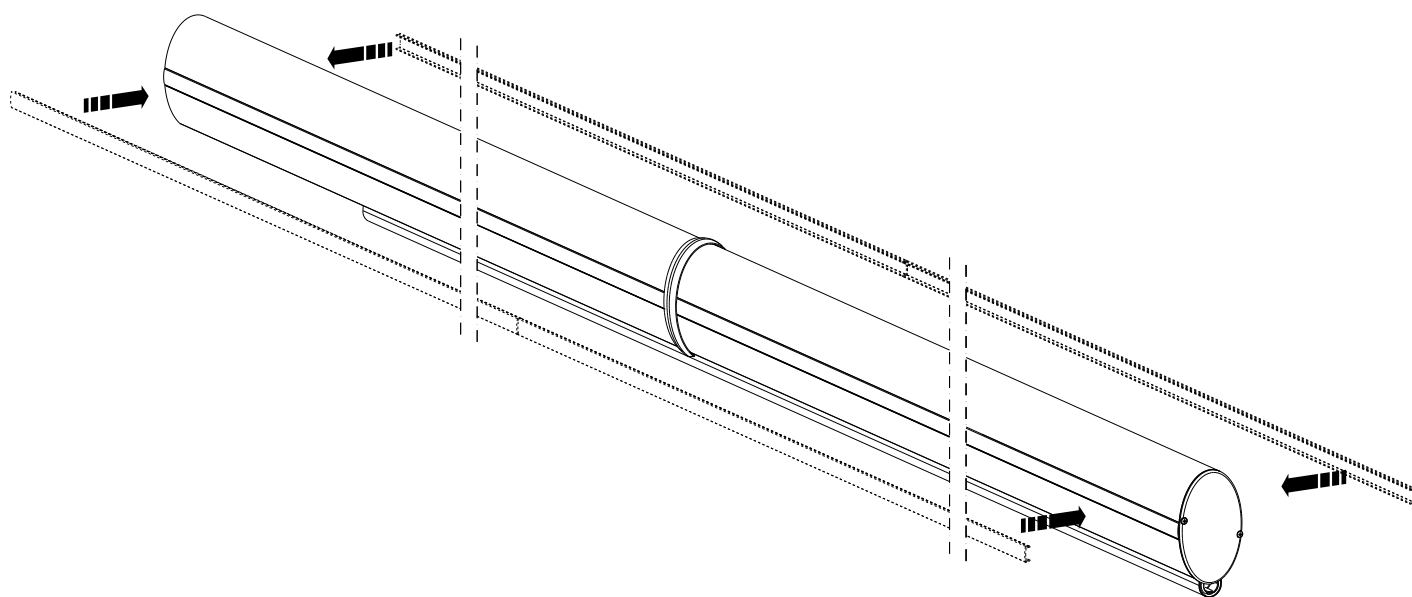

fig. 6
- 7\_ applicare i profili copri led all'asta (precedentemente tagliati a misura se necessario), con una semplice pressione delle dita (fig. 6).
- 7\_ apply the LED covering profiles (previously cut to measure if necessary), simply by pressing with your finger (fig. 6).
- 7\_ Bringen Sie die (falls erforderlich zuvor auf Länge geschnittene) LED-Abdeckung durch einfaches Eindrücken an der Stange an (Abb. 6).
- 7\_ appliquer les profils couvre led à la tige (précédemment coupés si nécessaire), avec une simple pression des doigts (fig. 6).
- 7\_ Aplique los perfiles cubre led en el asta (antes cortados a medida de ser necesario), haciendo presión con los dedos (fig. 6).
- 7\_ aplicar os perfis de cobertura dos leds na haste (previamente cortados à medida, se necessário), exercitando uma simples pressão com os dedos (fig. 6).